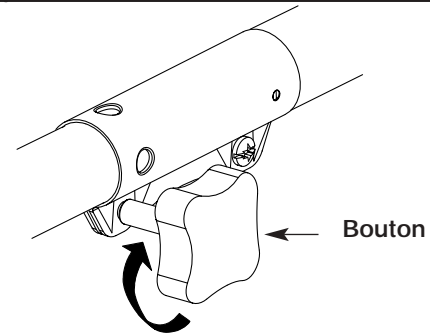

Fig. 7
4. Serrez le bouton en le tournant à droite (Fig. 7).